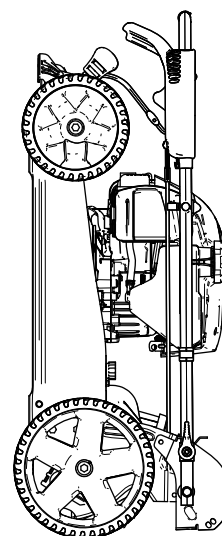

Figura 24
6. Levante la parte delantera de la máquina con el manillar y llévela al lugar de almacenamiento (Figura 24).